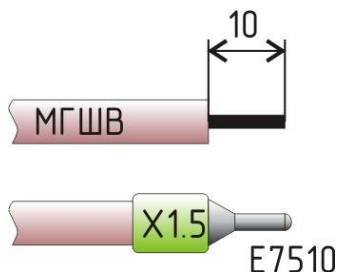

Рисунок 5
7) Используя кримпер для зачистки проводов зачистить каждый провод с двух сторон на длину (8-11) мм. Подготовить кабельные наконечники E7510 или аналогичные для обжатия зачищенных областей с обеих сторон каждого провода. Используя клещи для обжима кабельных наконечников НТ-336Е обжать наконечники E7510 с двух сторон на каждом проводе. На концы кабеля нанести маркировку с указанием номера разъема и номера контакта, к которому подключается этот провод (рисунок 5).